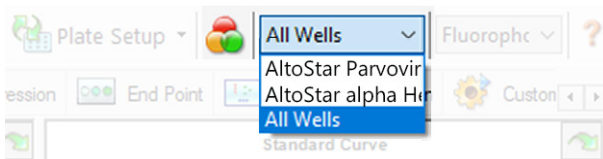

Abb. 4: Schaltfläche und Dropdown-Menü Well Group (Well-Gruppe)
Achten Sie darauf, im Fenster Data Analysis (Datenanalyse) die **Well Group** (Well-Gruppe) des AltoStar® Parvovirus B19 PCR Kit 1.5 auszuwählen. Klicken Sie dazu auf das Dropdown-Menü **Well Group** (Well-Gruppe) rechts neben der Schaltfläche **Well Group** (Well-Gruppe) (siehe Abbildung 4) in der Menüleiste. Verwenden Sie nicht die „All Wells“ (Alle Wells) **Well Group** (Well-Gruppe). Die Auswahl in Abbildung 4 wird als allgemeine Beispielansicht verwendet.
1. Achten Sie darauf, im Fenster Data Analysis (Datenanalyse) die **Well Group** (Well-Gruppe) des AltoStar® Parvovirus B19 PCR Kit 1.5 auszuwählen. Klicken Sie dazu auf das Dropdown-Menü **Well Group** (Well-Gruppe) rechts neben der Schaltfläche **Well Group** (Well-Gruppe) (siehe Abbildung 4) in der Menüleiste.